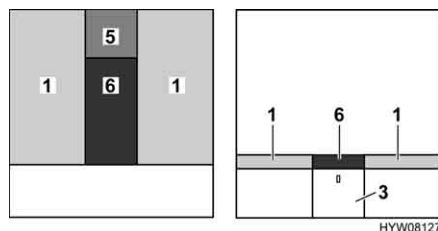

Fig. 85 Après la transformation
- Placer le coussin supplémentaire (Fig. 85,5) sur le petit meuble de nuit.
- Placer le coussin supplémentaire (Fig. 85,6) entre les matelas (Fig. 85,1).